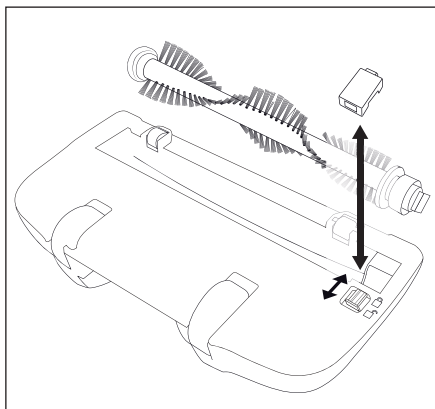

Bild 5
- 2) Flytta skyddsplattans låsning mot -symbolen och ta av skyddsplattan (bild 5).
- 7) Sätt tillbaka skyddsplattan igen så att den snäpper fast. Skyddsplattan låser fast när låsningen automatiskt flyttas mot -symbolen (bild 5).